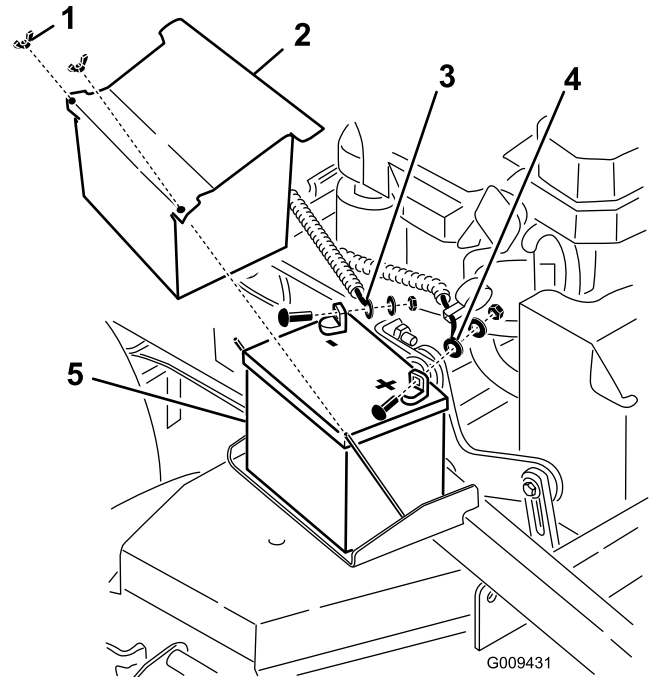

Figura 54
3. Levante la cubierta de goma negra del cable negativo. Desconecte el cable negativo del borne negativo (-) de la batería (Figura 54).
4. Retire la cubierta de goma roja del borne positivo (rojo) de la batería. Luego retire el cable positivo (rojo) de la batería (Figura 54).
5. Retire la pletina de sujeción de la batería (Figura 54), y retire ésta.
1. Coloque la batería en la máquina (Figura 54).
y un perno (Figura 54). Deslice la cubierta de goma sobre el borne.
4. Luego conecte el cable negativo y el cable de tierra al borne negativo (-) de la batería con una tuerca, una arandela y un perno (Figura 54). Deslice la cubierta de goma sobre el borne.